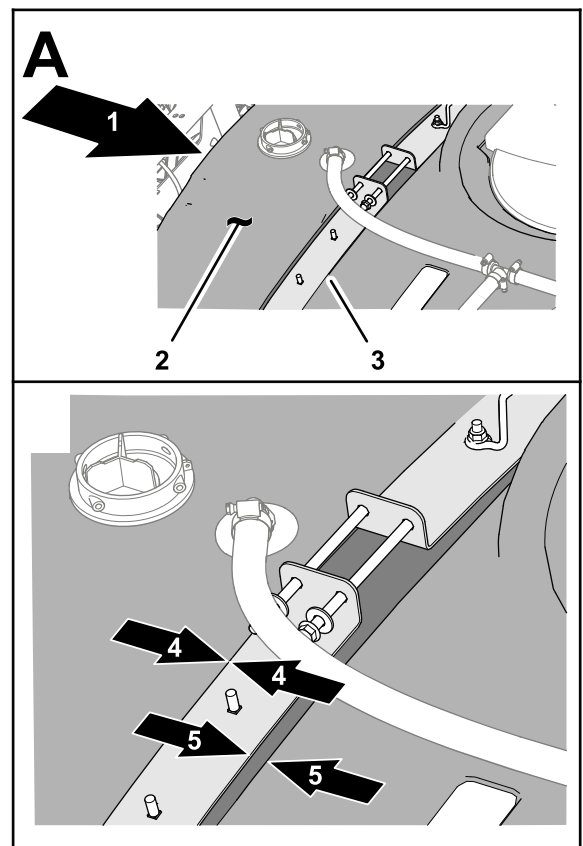

图 8
2. 向前移动喷洒药缸直至箍带与模制在水箱的箍带释放装置最后的肩部齐平图 8。